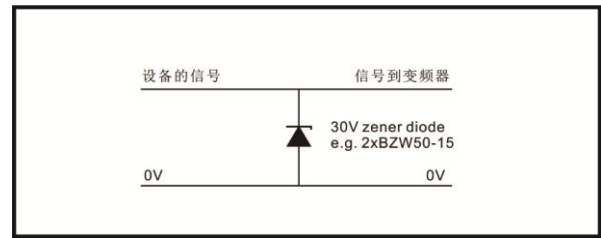
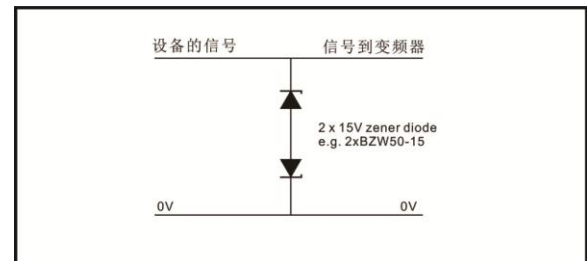

图 3-47 数字及单极输入输出过压抑制
图 3-48 模拟及双极输入输出过压抑制
3. 额外的过压抑制-对于模拟和数字输入输出，可将稳压二极管网络或商业使用的过压抑制器输入电路并联，见图3-47和图3-48。